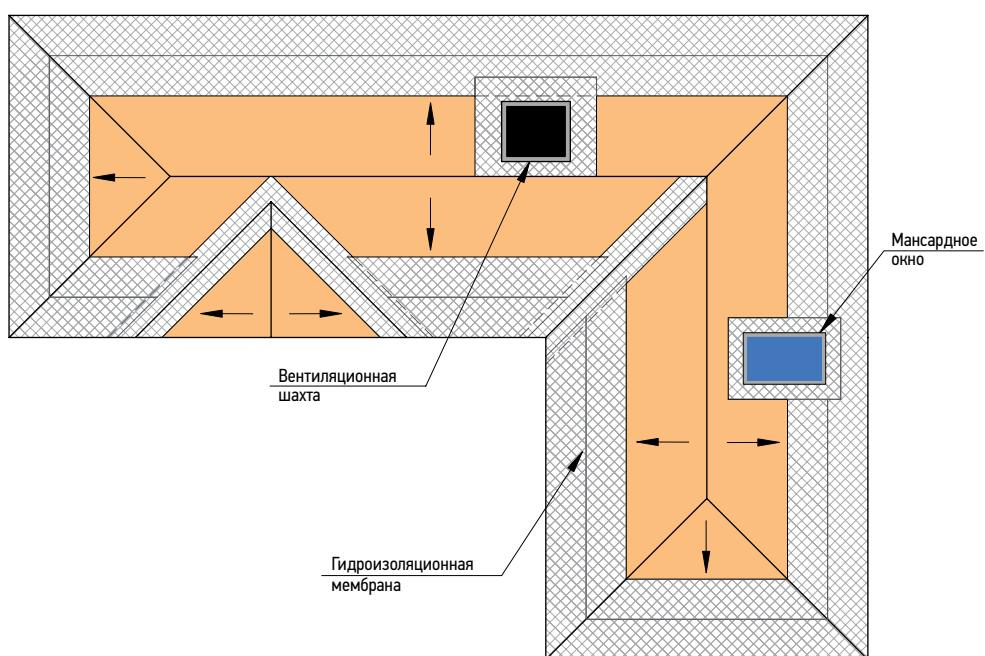

Рис. 2.18. Гидроизоляция отдельных участков крыши
**При уклоне скатов крыши более 30 градусов** подкладочный ковер достаточно уложить в ендovy, по карнизу (не менее двух рядов), вокруг дымоходных труб, вентиляционных шахт, мансардных окон, а также в других местах вероятного скопления снега и образования льда (рис. 2.18).